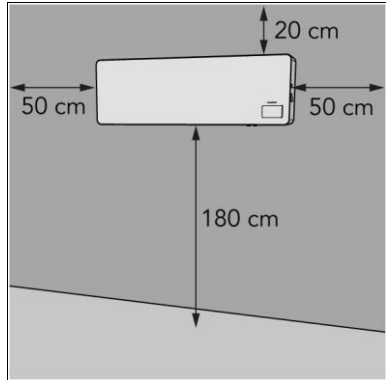

Abbildung 6
2. Platzieren Sie das Gerät mit einem Mindestabstand (Abbildung 6) von: